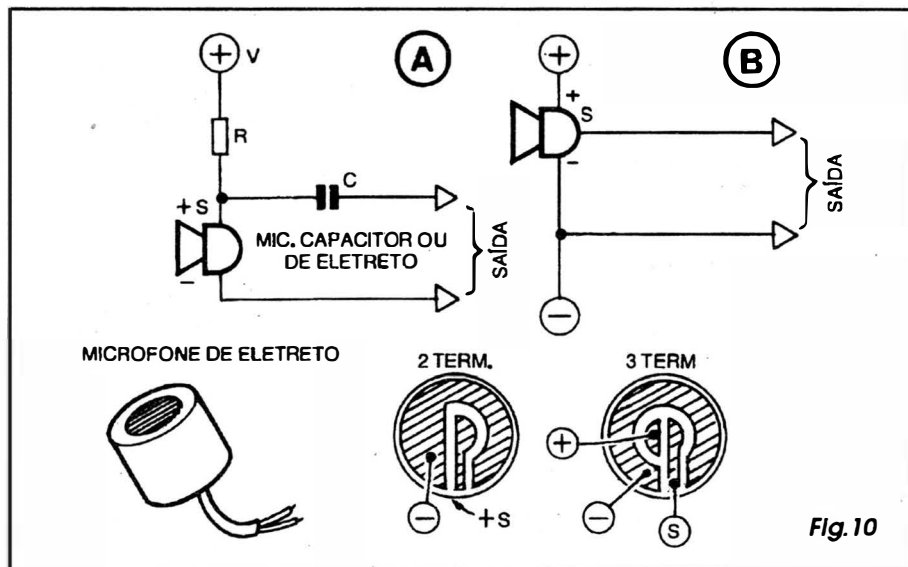

Fig. 10
- FIG. 10 - OS MICROFONES DE ELETRETO, E DE EFEITO CAPACITIVO... - Os mais miniaturizados, modernos e eficientes transdutores (no *sentido* som-eletricidade) são, seguramente, os de **eletreto** e os de **efeito capacitivo**... A construção desses dispositivos é bem mais complexa (a nível industrial...) do que a dos transdutores de carvão, de cristal ou magnéticos... Entretanto, modernamente a tecnologia industrial avançou tanto, que os custos tornaram-se extremamente moderados, trazendo para o dia-a-dia tais componentes em condições aceitáveis mesmo para estudantes e hobbystas, em suas experiências ou lições práticas... Microfones de eletreto, basicamente, apresentam um núcleo de material capaz de reter, indefinidamente, uma carga elétrica estática (feito aquela que se obtém ao esfregar um bastão de vidro com um pedaço de flanela...). Um pequeno e muito leve diafragma é posicionado bem próximo a esse material eletricamente carregado... Assim, ao vibrar (na presença do som...) este diafragma altera a sua distância com relação à carga estática... Como o diafragma, embora flexível, é também metalizado, ocorre nele próprio uma tênue variação na sua carga elétrica induzida pela proximidade do material carregado (núcleo). Tal variação de carga é então recolhida, através de finíssimos terminais, resultando num sinal de nível